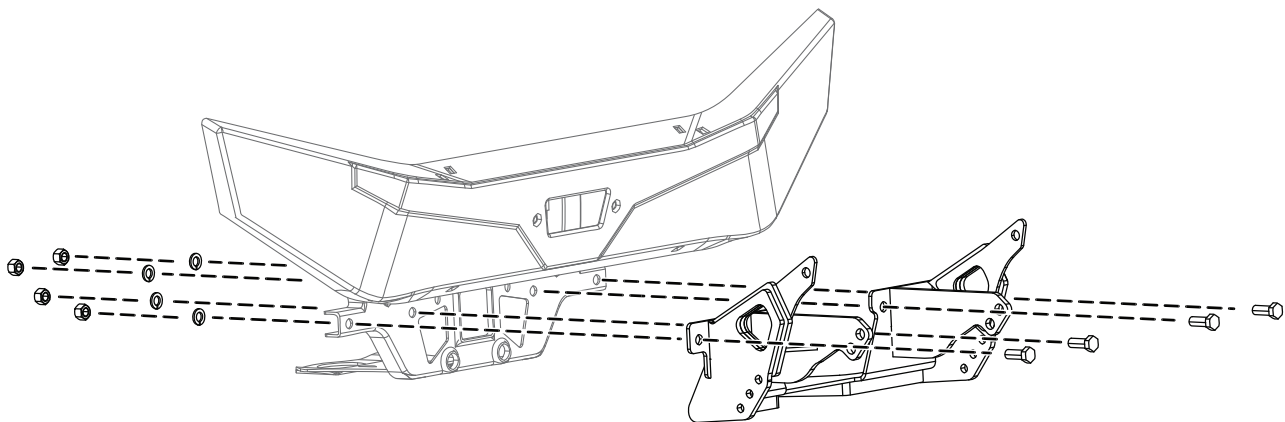

Bild 1
3. Befestigen Sie den oberen Teil der Unterfahrschutz mit vier Schrauben (M12 x 1³/₄"), vier Sicherungsscheiben und vier Muttern handfest am Fahrzeugrahmen (**Bild 1**).